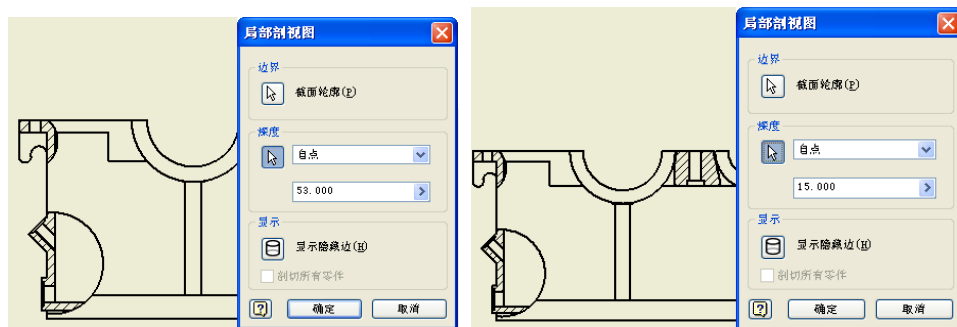

图 12-31 局部剖视图示意图
⑤创建零件上出油孔和安装孔的局部剖视图，具体过程这里不再赘述，其截面轮廓和“局部剖视图”对话框中的设置如图 12-31 所示。其中出油孔可以借助于油标尺安装孔的截面轮廓，只需要将其圆形的截面轮廓增大能够覆盖到出油孔即可。另外，零件底座上的固定孔可以在左视图进行局部剖切，具体过程不再详细讲述，其截面轮廓和“局部剖视图”对话框中的设置如图 12-32 所示。